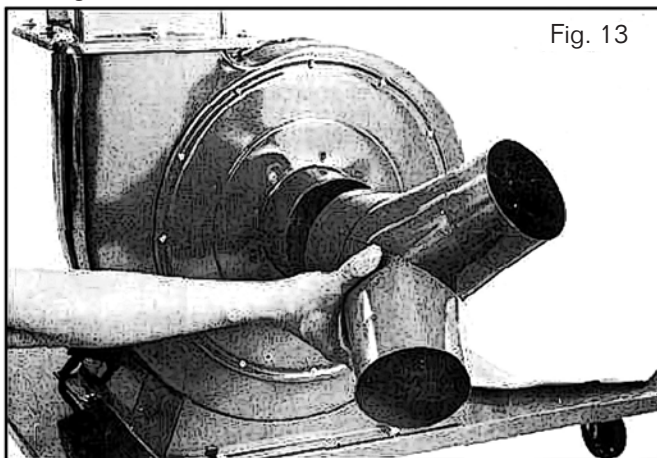

Fig. 13
11. Ahora puede colocar el divisor en el orificio de entrada del ensamble de ventilador/motor como se muestra en la Fig. 13.